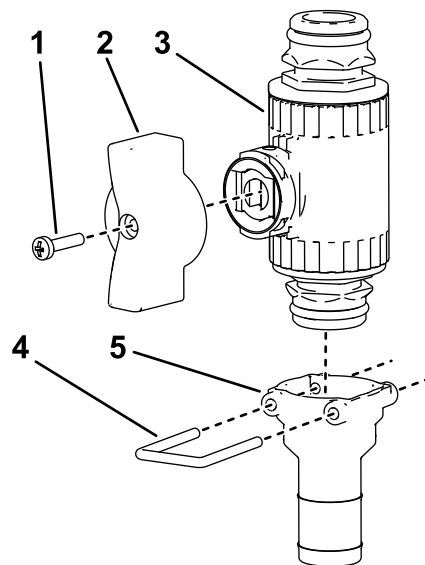

図 31
12. 図 31に示すように、リテーナを使ってストレート継手をもう一方のストレートコントロールバルブに組み付ける。